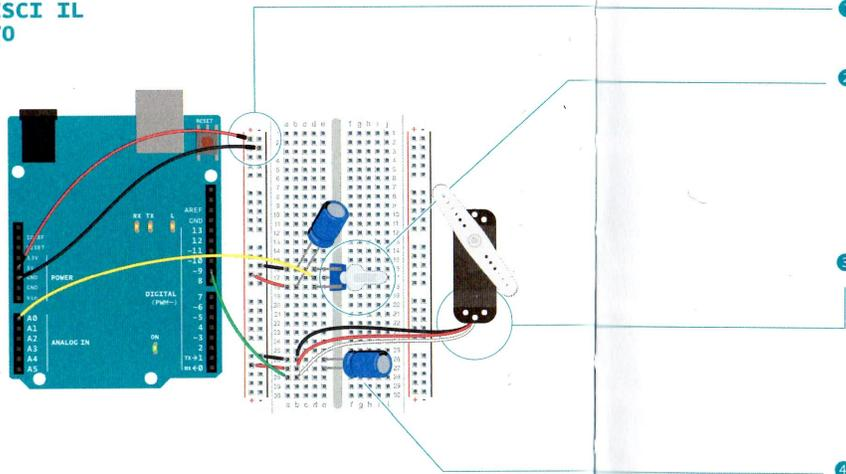

Fig. 1
- 4 Quando un servomotore inizia a muoversi, utilizza più corrente di prima. Questo causa un calo di tensione della scheda. Collegando un condensatore da 100 µf tra l'alimentazione e la massa accanto al connettore a pettine come mostrato in Fig. 1, puoi compensare i cambiamenti di tensione che avverranno. Puoi anche mettere un condensatore tra l'alimentazione e la massa del tuo potenziometro. Questi sono chiamati **condensatori di disaccoppiamento** perché riducono o separano i cambiamenti causati dai componenti nel resto del circuito. Fai attenzione a collegare il catodo alla massa (è il lato con una stringa nera sul lato) e l'anodo all'alimentazione. Se metti i condensatori al contrario, potrebbero esplodere.